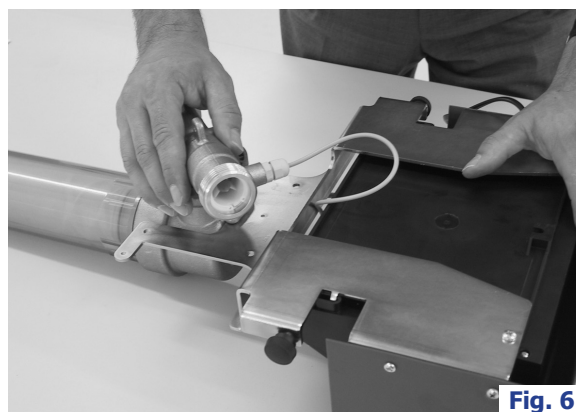

Fig. 6
F. Tourner la pièce de base selon le sens de débit et le rebrancher à l'appareil. (**fig. 6**).